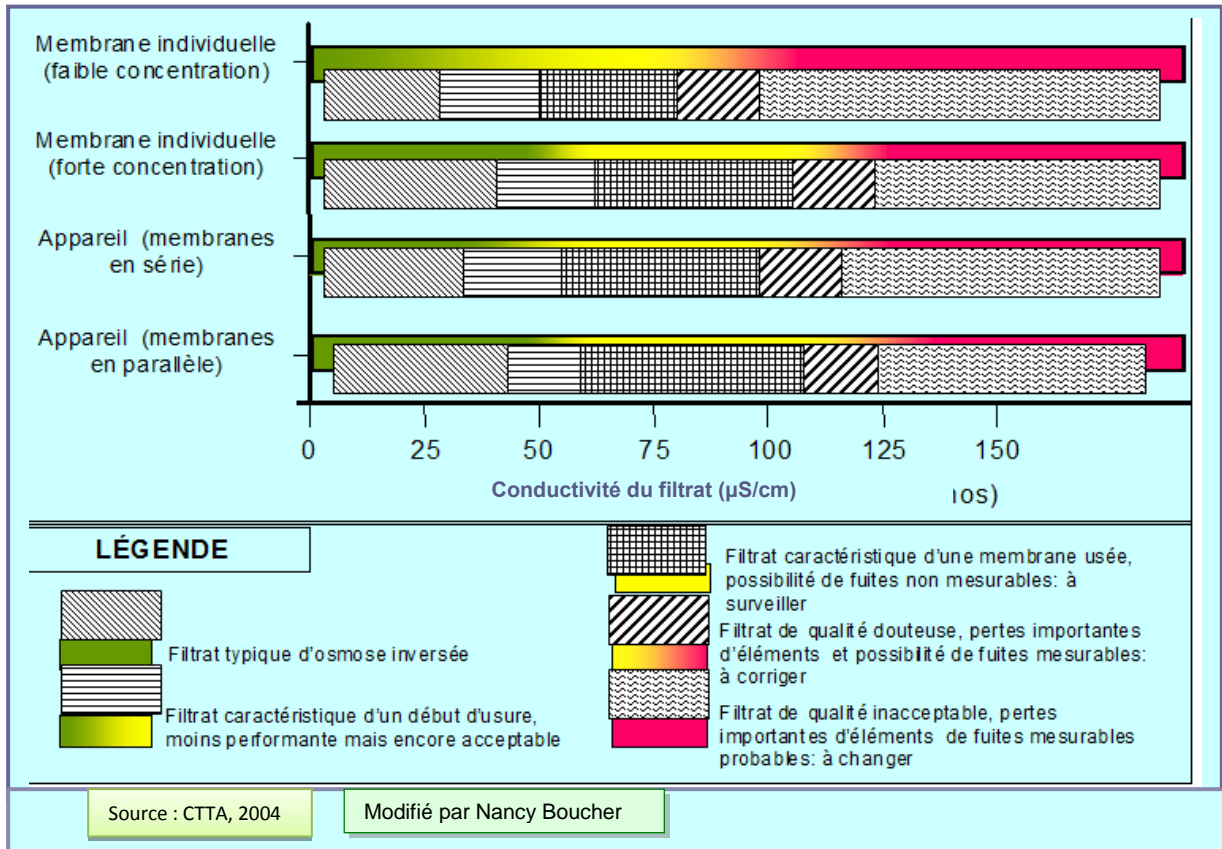

Figure 20 : Illustrations des seuils critiques relatifs à la conductivité électrique du filtrat d'un concentrateur et la grille d'interprétation.
- **se référer** à la grille d'analyse et d'interprétation du fabricant si disponible, si elle est non disponible, consulter celle de la **figure 20**.
1. La figure 20, ou l'équivalent, est l'outil de base le plus approprié pour prendre une décision à partir de la conductivité électrique du filtrat.
cument d'analyse tout comme celui de la **figure 20**. Ce dernier, par contre, demeure le document de référence pour la grande majorité des cas.